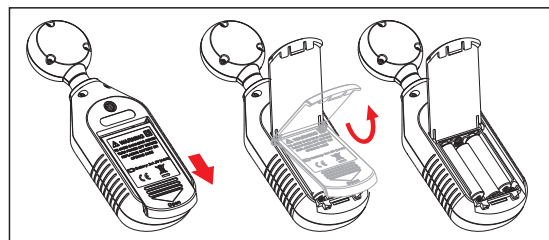

图3
- 本仪器的电源为3节1.5V AAA(7号)电池, 请参考图3试用下列顺序安装或更换电池。